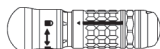

Afb. 2
2. Schuif het hulpstuk over het distale uiteinde van het handstuk, waarbij u de pijl op het hulpstuk uitlijnt met de indicatiebalk en het ontgrendelingssymbool (Afb. 2). Trek het stevig terug totdat het goed tegen het handstuk vastzit.